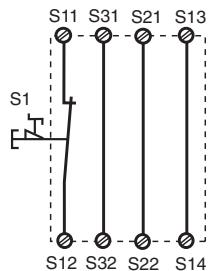
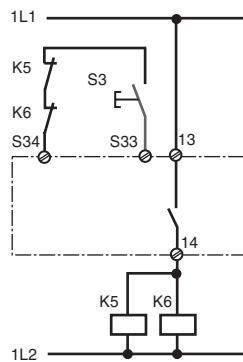

Fig. 2: Circuito de entrada monocanal, automáti. rearme/Circuito di entrata monocanale, start automat./Eenkanalig ingangscircuit, automatische start
Fig. 9: como la Fig. 8 con rearme supervisado/come fig. 9 con start controllato/ Zoals fig. 9 met bewaakte start
En las fig. 2... a fig.9 se presentan ejemplos de conexión posibles; paro de emergencia. Los cortocircuitos a través del paro de emergencia también son detectados.
- Fig. 2 y 7: S33-S34 **no** conectado
In fig. 2 ... fig. 9 sono riportati degli esempi di collegamento per il cablaggio di arresto d'emergenza con start automatico e manuale, per il comando delle porte di sicurezza, nonché per la moltiplicazione dei contatti mediante relè esterni.
- Fig. 2 e 7: **nessun** collegamento S33-S34
In fig. 2 ... 9 worden aansluitvoorbeelden gegeven van noodstoppschakelingen met automatische en bewaakte start, hekbewakingen en contactvermeerdering d.m.v. externe magneetschakelaars.
- Fig. 2 en 7: **geen** verbinding S33-S34